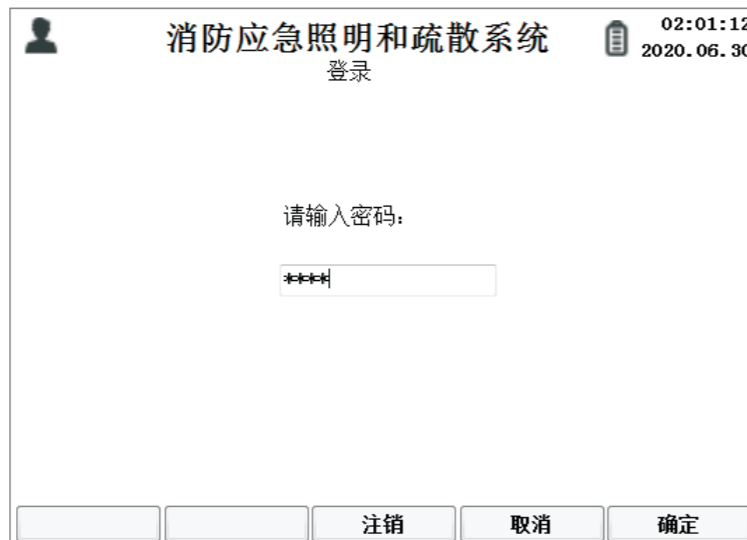

图7.3
- ◆ 在主界面下，按[#]键，打开登录窗口，输入密码后按[确定]键，进入系统（如图7.3）。